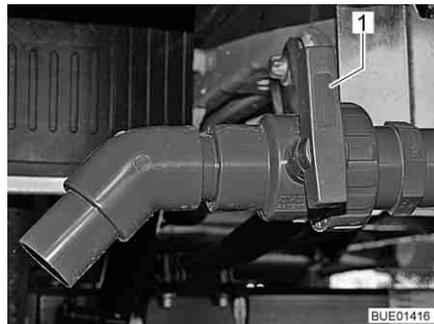

Fig. 199 Torneira de descarga (exterior)
- Gire o manípulo (Fig. 198,1 ou Fig. 199,1) da torneira de descarga no sentido de fluxo. As águas residuais são assim descarregadas por meio de uma torneira de esfera.